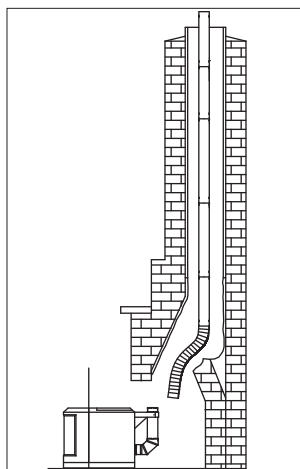

Figure 9
**7.** Répéter cette opération pour les autres sections de tuyau, et introduire l'ensemble vers le bas dans la cheminée comme illustré à la **Figure 9**. Le descendre sous sa position normale afin de raccorder le tuyau flexible au tuyau de l'appareil. Il pourrait être nécessaire de nouer une corde à la section supérieure pour pouvoir le remonter plus tard.